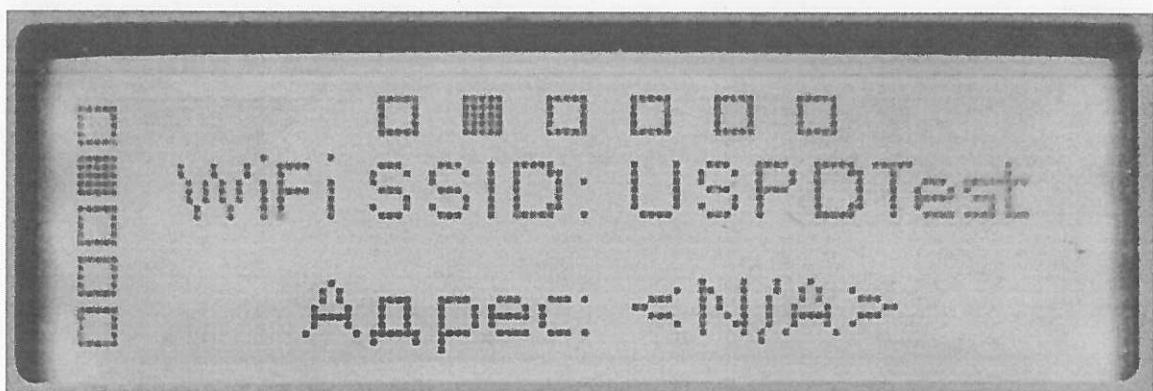

Рисунок 4.9
- Параметры интерфейса WiFi – название точки доступа (если включен режим точки доступа) и IP-адрес изделия в сети WiFi (рисунок 4.9);